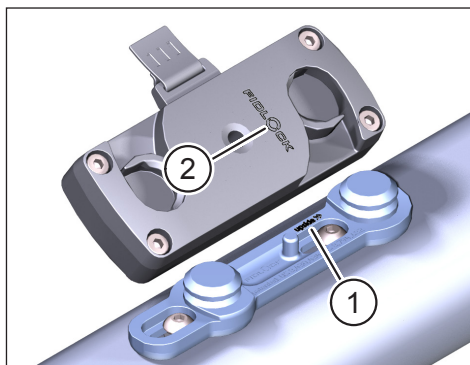

Fig. 16: Hur FIDLOCK® Bike Base och FIDLOCK® Force Connector ska riktas
- ▶ Observera inskriptionen "**upside>>**" vid montering på FIDLOCK® Bike Base (nr 1 i fig. 16). Den övre kanten av FIDLOCK®-logotypen (nr 2 i fig. 16) på FIDLOCK® Force Connector måste peka i pilens riktning från "**upside >>**".